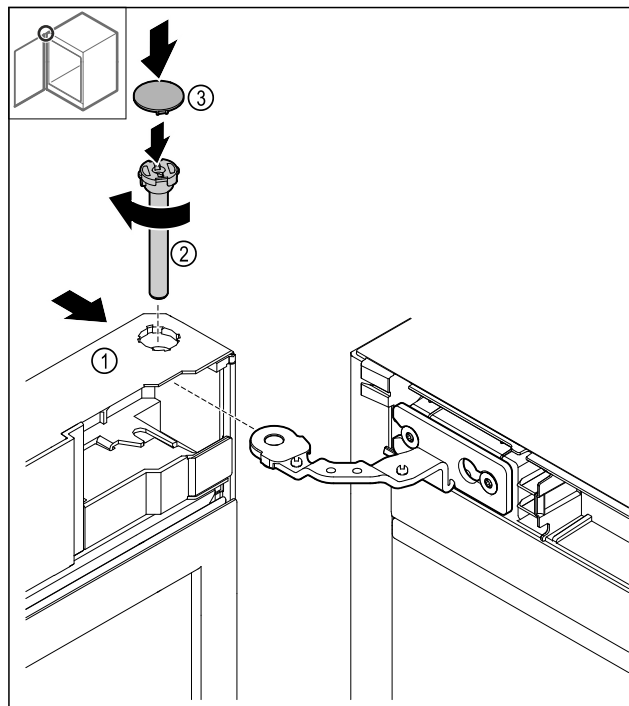

Fig. 47
- Установите дверь Fig. 47 (1) сверху на шарнир.
- Вставьте палец Fig. 47 (2) и закрутите его по часовой стрелке.
- Установите крышку Fig. 47 (4).